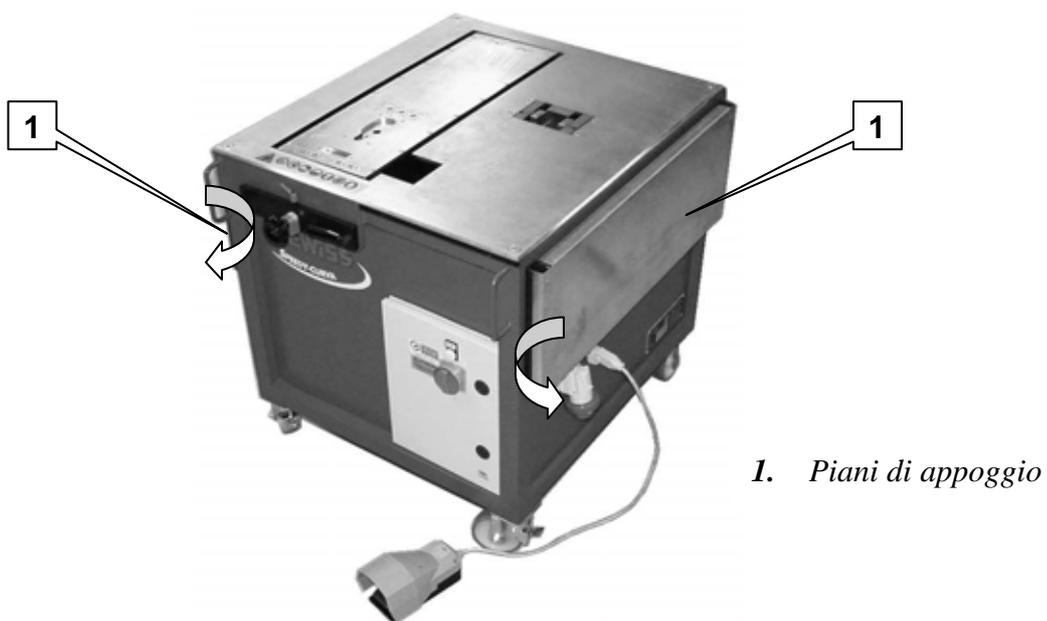

Figura 3.10 – Vista frontale
- Alzare il piano di appoggio (figura 3.10).